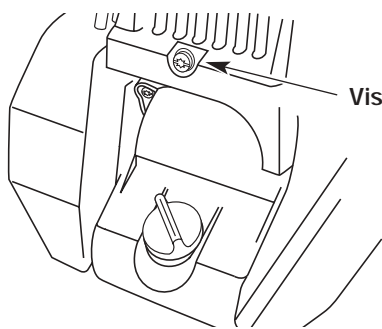

Fig. 43
3. Enlevez la vis derrière le couvercle du moteur (Fig. 43)